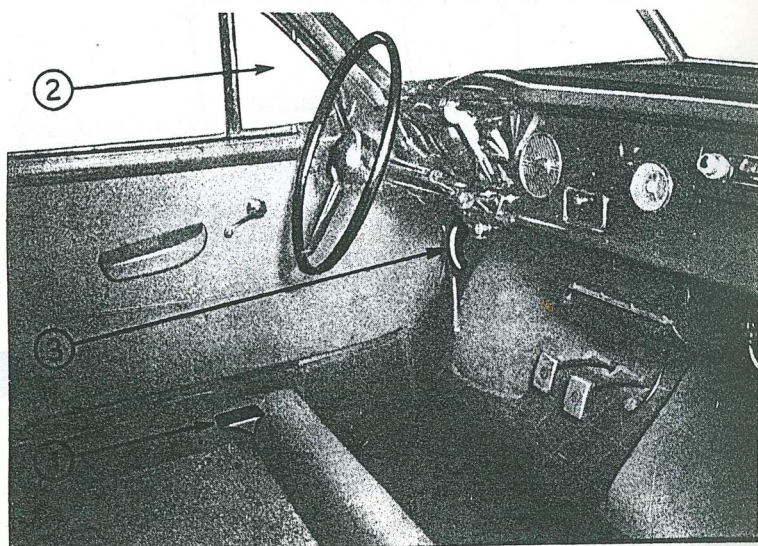

Fig. 7
Réglage du siège avant. — Pour l'agrément et la sécurité de la conduite, il est indispensable d'être assis à une distance convenable des pédales. Le réglage du siège s'opère en enlevant la banquette et en desserrant les écrous papillons (1) (fig. 7).
L'évacuation de l'air vicié se fait par des glaces pivotantes dites « deflecto » (2) qui se trouvent sur les quatre portières (fig. 7).
- 1° Immobiliser la voiture en serrant le frein à main (3) (fig. 7);